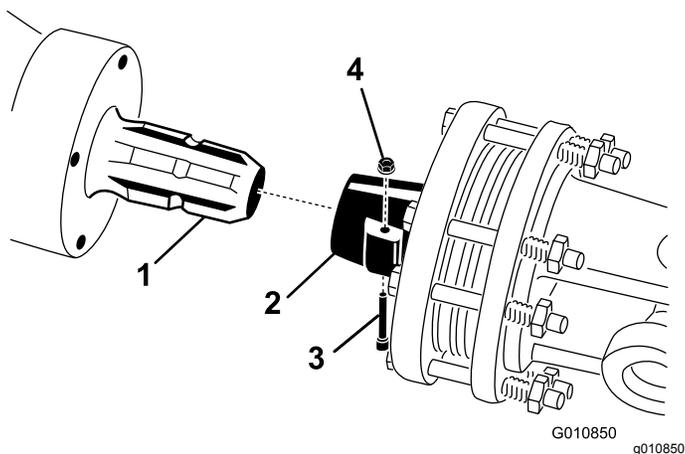

图23
1. 从 PTO 轴上卸下销和螺母 图23。
2. 用之前卸下的销和螺母将 PTO 轴的离合器端固定至打孔机齿轮箱输入轴上 图23。销仅可单向插入。